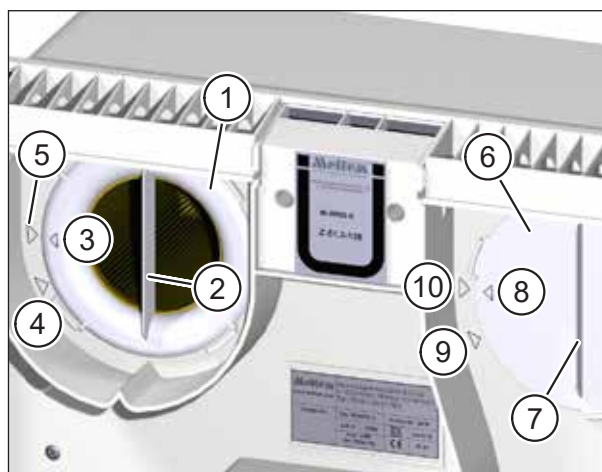

Abb. 18: Luftfilter entfernen
- ▶ Drehen Sie den Filterring (Pos. 1 in Abb. 18) an der Griffleiste (Pos. 2 in Abb. 18) gegen den Uhrzeigersinn, bis der Pfeil am Filterring (Pos. 3 in Abb. 18) auf den Pfeil der Entnahmeposition (Pos. 4 in Abb. 18) zeigt.
- ▶ Drehen Sie den Filterdeckel (Pos. 6 in Abb. 18) an der Griffleiste (Pos. 7 in Abb. 18) gegen den Uhrzeigersinn, bis der Pfeil (Pos. 8 in Abb. 18) am Filterdeckel auf den Pfeil der Entnahmeposition (Pos. 9 in Abb. 18) zeigt.
- ▶ Achten Sie darauf, dass der Filterring so orientiert ist, dass der Pfeil auf dem Filterring (Pos. 3 in Abb. 18 auf Seite 33) mit dem Pfeil der Entnahmeposition (Pos. 4 in Abb. 18 auf Seite 33) fluchtet.
- ▶ Drehen Sie den Filterring im Uhrzeigersinn, bis der Pfeil auf dem Filterring (Pos. 3 in Abb. 18 auf Seite 33) mit dem Pfeil der Arretierposition (Pos. 5 in Abb. 18 auf Seite 33) fluchtet.
- ▶ Kontrollieren Sie die Position von Filterring und Filterdeckel. Die Griffleisten müssen senkrecht stehen und die Pfeile auf Filterring und Filterdeckel müssen mit den Pfeilen der Arretierposition fluchten (siehe Abb. 18 auf Seite 33).